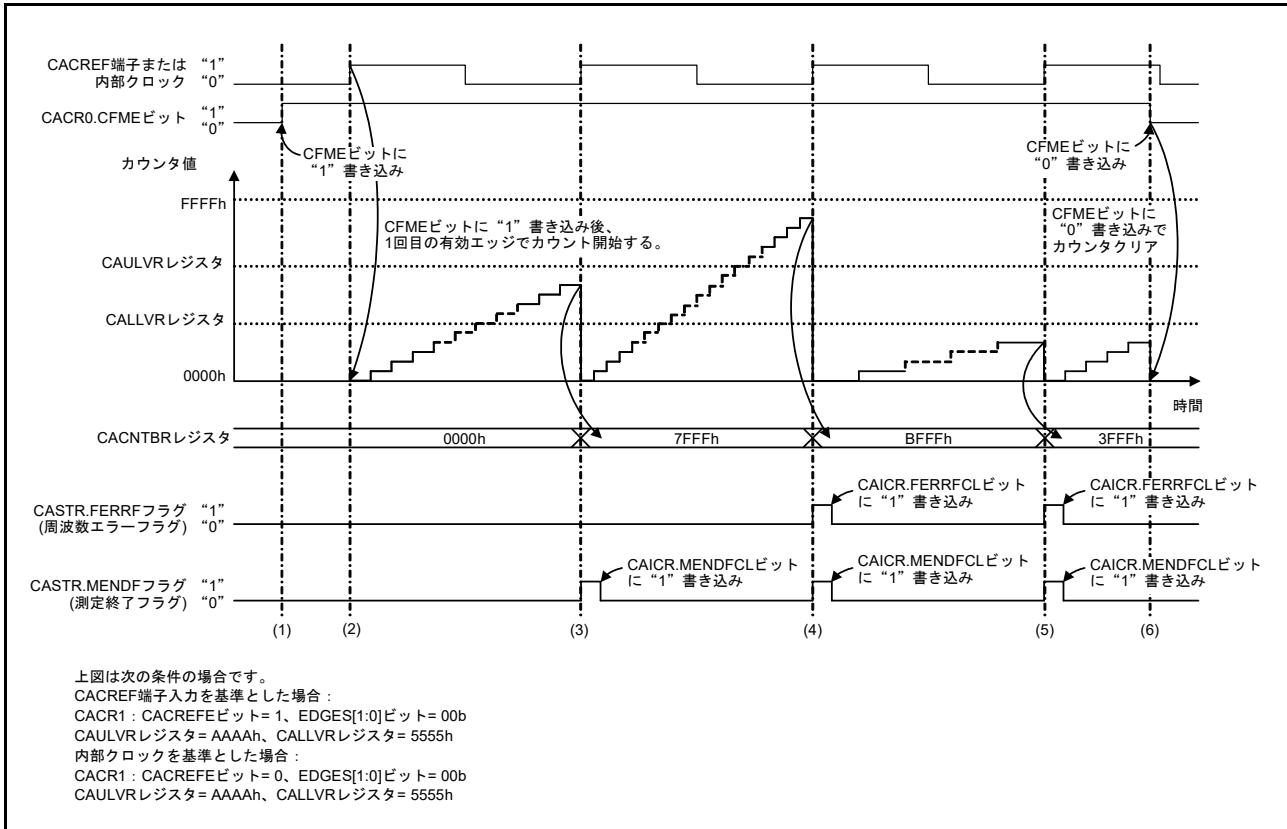

図 10.2 クロック周波数精度測定回路の動作例
クロック周波数精度測定回路は、CACREF 端子入力または内部クロックを基準にクロック周波数を測定します。図 10.2 にクロック周波数精度測定回路の動作例を示します。
- (2) CACREF 端子入力を基準とした場合は、CFME ビットに "1" を書き込み後、CACREF 端子から CACR1.EDGES[1:0] ビットで選択した有効エッジ (図 10.2 では立ち上がりエッジ (CACR1.EDGES[1:0] ビット = 00b)) が入力されるとタイマのカウンタアップが開始されます。
内部クロックを基準とした場合は、CFME ビットに "1" を書き込み後、CACR2.RSCS[2:0] ビットで選択したクロックソースを元に CACR1.EDGES[1:0] ビットで選択した有効エッジ (図 10.2 では立ち上がりエッジ (CACR1.EDGES[1:0] ビット = 00b)) が入力されるとタイマのカウンタアップが開始されます。